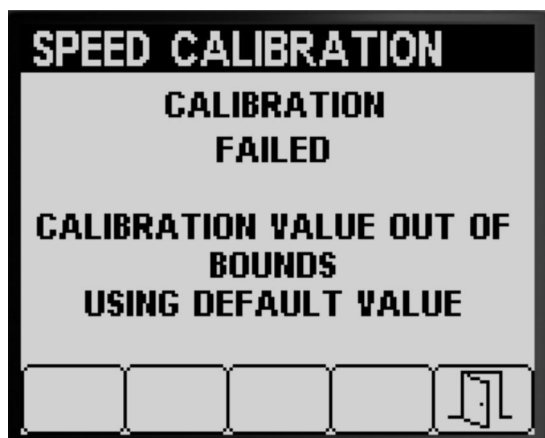

Figure 69
- Un message s'affiche indiquant l'échec de l'étalonnage de vitesse (Figure 69).
Remarque: Si la valeur d'étalonnage est hors limites (Figure 69), contactez votre concessionnaire -réparateur Toro agréé ; sinon, lisez le message d'erreur et répétez les étapes d'étalonnage sous Préparation de l'étalonnage de la vitesse (page 23) et Étalonnage de la vitesse (page 24).
5. Appuyez sur le bouton 5 pour quitter l'écran Étalonnage de vitesse (Figure 68 ou Figure 69).